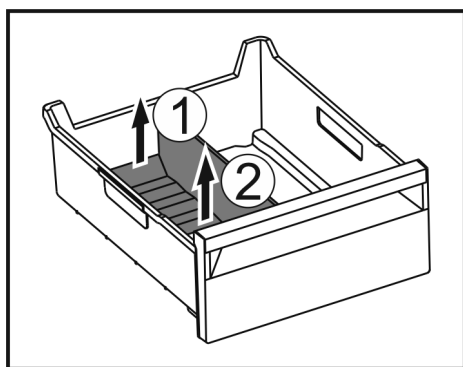

Fig. 170
- Podnieść tylną część separatora do szuflady na lód. Fig. 170 (1)
- Separator do szuflady na lód podnieść do góry. Fig. 170 (2)